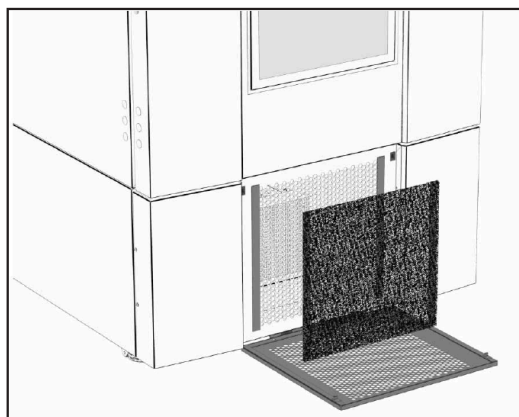

Рисунок 38: Удаление фильтра
- Используйте пылесос с насадкой и щеткой, чтобы очистить переднюю поверхность конденсатора, фильтр и решетку (рисунок 38). Удалите фильтр для очистки.